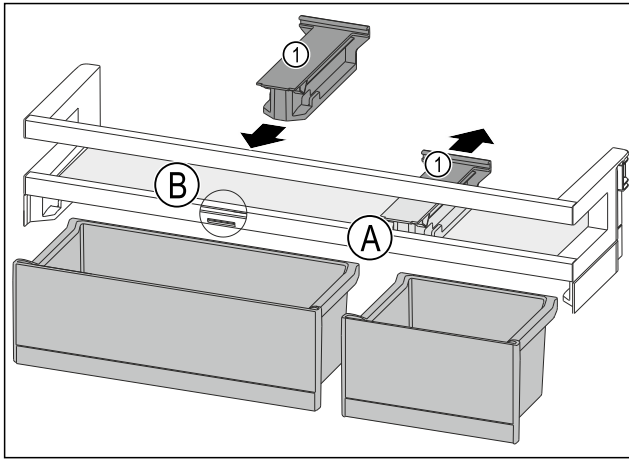

Fig. 115
- ▶ Снимите крепление Fig. 115 (1) в позиции Fig. 115 (A), отодвинув его назад.
- ▶ Установите крепление Fig. 115 (1) в позиции Fig. 115 (B).